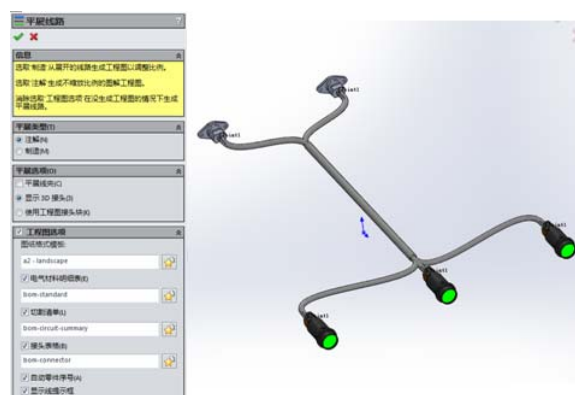
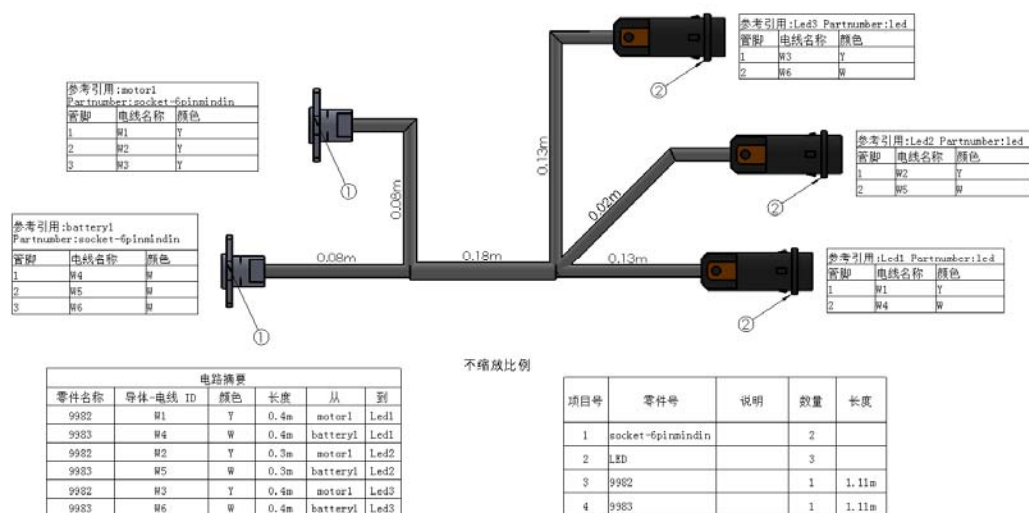

图 18-31 平展线路
图 18-32 线路工程图
② 在图 18-31 所示的“平展线路”属性管理器中，选择平展类型为“注解”，在平展选项选取“显示 3D 接头”选项，展开并选取“工程图选项”，选择其中的“电气材料明细表”“切割清单”“接头表格”和“自动零件序号”选项。如图 18-31 所示，单击“确定”按钮完成平展线路的设置，完成后的工程图如图 18-32 所示。单击“保存”按钮保存文件。